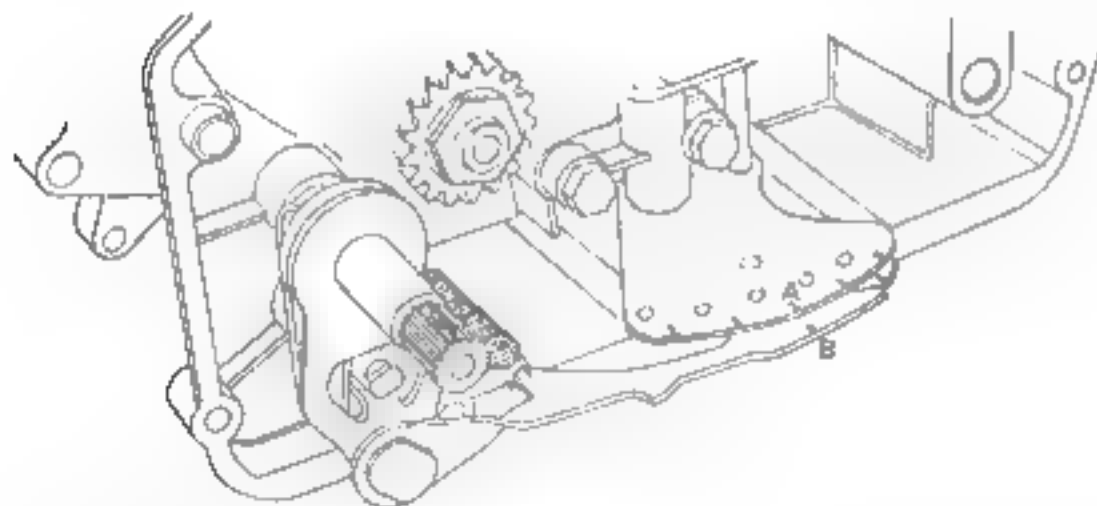

Fig. 1
- Quelle que soit la position du secteur des vitesses au moment du réglage, le repère (B) sur le levier doit coïncider avec le repère (A) correspondant à cette position (fig. 1).